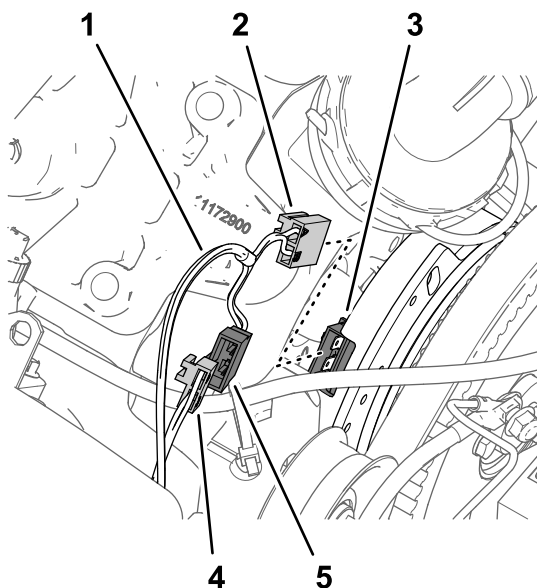

Bild 166
2. Stecken Sie den 2-Stift-Stecker des Kitkabelbaumzweigs (84 cm), der mit PUMP CLUTCH beschriftet ist, in den 2-Buchsen-Stecker des Maschinenkabelbaums, der mit SPRAY PUMP COIL beschriftet ist (Bild 166).
3. Stecken Sie den 2-Buchsen-Stecker des Kitkabelbaums, der mit PUMP CLUTCH beschriftet ist, in den 2-Stift-Stecker der Lichtmaschine (Bild 166).